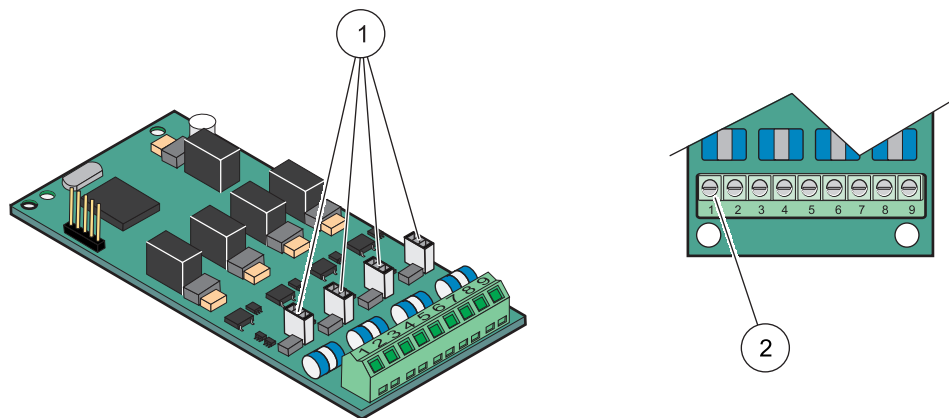

図 22 入力カード (YAB018) ケーブル接続とジャンパーの設定
4. モジュールのベースを通してケーブルを通し、配線を適切に作成して、図 22 および表 5 に従って、配線をターミナルに差し込みます。確実に接続されていることを確認するために、それぞれ挿入したあとで、軽く引っ張ります。